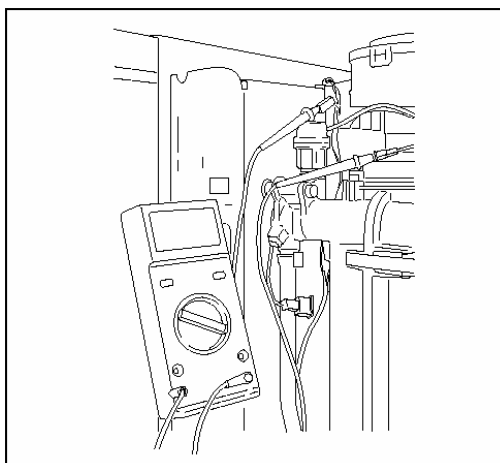

fig. 29 Mätning av joniseringsströmmen
6.2.11 Mätning av joniseringsströmmen (fig. 29)
- Flatstiftanslutningen i joniseringselektroden lossas och mätinstrumentet ansluts i serie (fig.29).